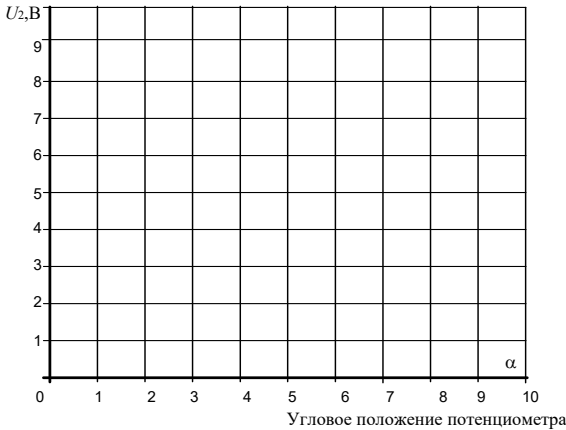

Рисунок 10
4.2. Перенесите значения напряжения U_2 на график (рис.10) для построения кривой $U_2 = f(\alpha)$.